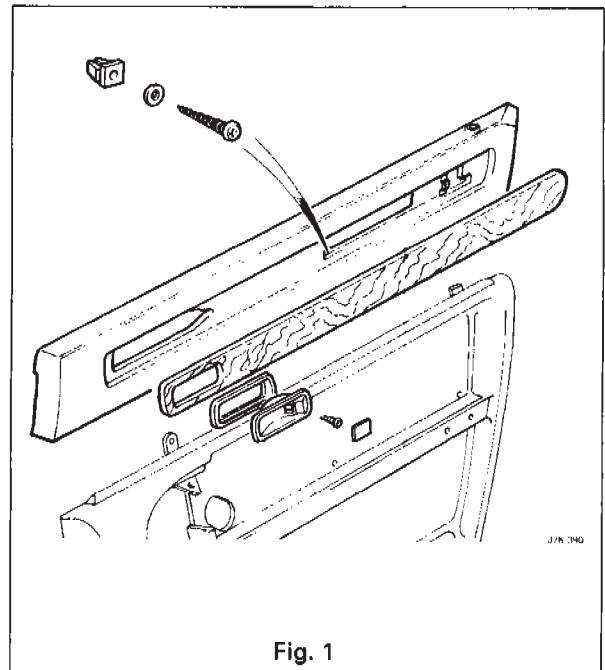

Fig. 1
- Reposition the inner door handle. See Fig. 1.